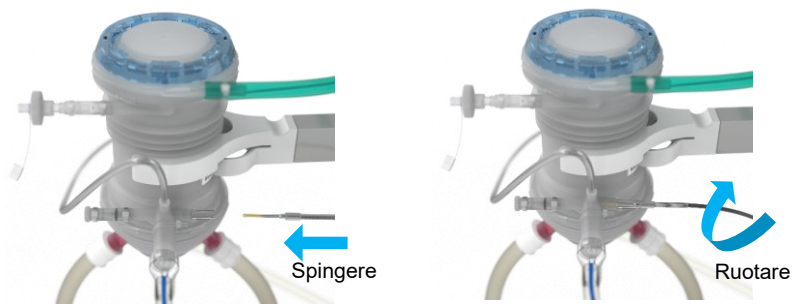

Figura 13 Collegamento del sensore di temperatura all'ossigenatore
- Collegare il sensore rosso T1 all'uscita dell'ossigenatore (Figura 13).